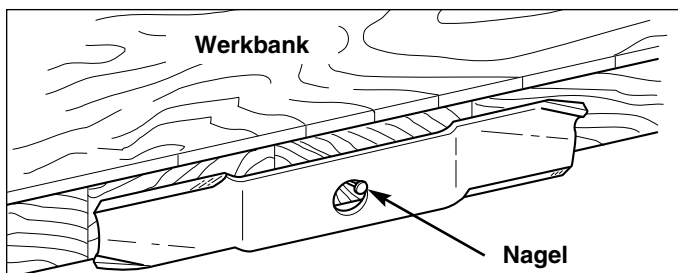

Abbildung 18. Messerauswuchtung
5. Das Messer wie in Abbildung 18 dargestellt auswuchten. Die Bohrung des Messers an einem Nagel zentrieren, der mit einem Tropfen Öl geschmiert ist. Ein ausgewogenes Messer bleibt in der Waagrechten.